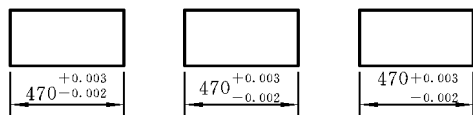

图 6.26 “垂直位置”三个选项标注结果
⑤ 垂直位置:设定上偏差、下偏差文本相对于尺寸文本的位置关系,如图 6.26 所示,从左向右分别为“下”、“中”、“上”选项。
⑥ 前导、后续:隐藏偏差数字中前面或后面的“0”。